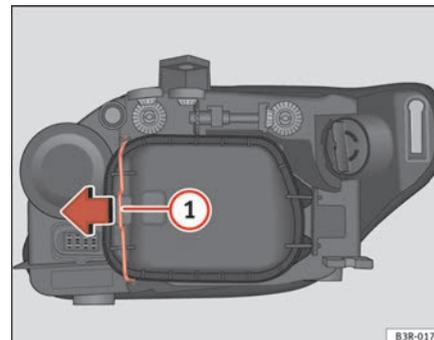

Fig. 197 Feu de position (côté intérieur véhicule)
- Déplacez le tirant ⇒ page 271, fig. 197  dans le sens de la flèche et retirez le couvercle rigide en séparant d'abord le côté du tirant et en ôtant ensuite les deux languettes de l'autre extrémité du couvercle.